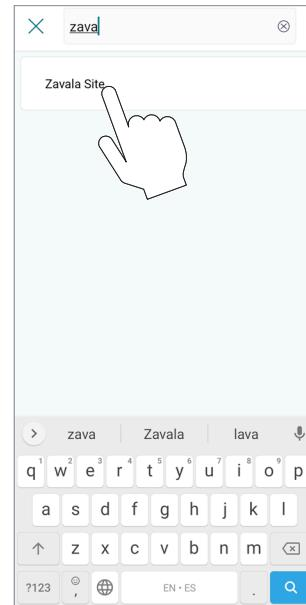

Figure 120. Choix de l'organisation
4. L'écran « Choose organization » (Choisir une organisation) s'affiche et présente toutes les organisations disponibles. Parcourez la liste des sous-organisations ou utilisez l'outil de recherche pour trouver l'organisation souhaitée. Voir **Figure 120**.